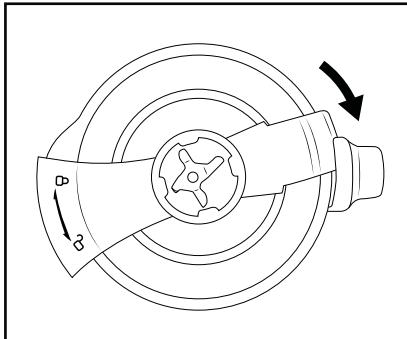

Fig. 3
- Rotiți elementul de blocare a capacului ⑯ la 90° în sens orar (direcția ⑥). Astfel, elementul de blocare a capacului ⑯ intră pe o parte la ciocul de turnare, iar pe cedalătă parte în mânerul mixerului ⑯ (fig. 3).